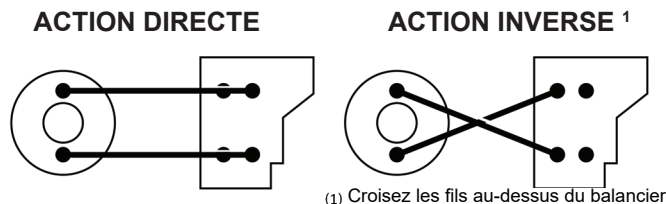

Figure 1 - Position des fils de la bobine
La Figure 1 montre la position des fils de la bobine et les bornes de connexion utilisées sur la plaque à bornes pour chaque action du dispositif.
- Inversez la position des fils de la bobine sur la plaque à bornes (voir la Figure 1).